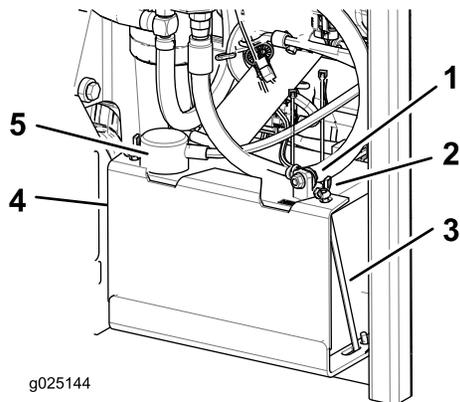

Figure 40
3. Commencez par débrancher le câble négatif (noir) de la borne négative (noire) de la batterie (Figure 40).
4. Enlevez le capuchon rouge de la borne positive (rouge) de la batterie et débranchez le câble positif (rouge) (Figure 40).
5. Retirez les écrous à oreilles qui fixent les crochets en J (Figure 40).
6. Déposez le dispositif de maintien (Figure 40).
1. Placez la batterie dans son support en tournant les bornes à l'opposé du réservoir hydraulique (Figure 40).
4. Fixez les câbles avec 2 boulons, 2 rondelles et 2 contre-écrous (Figure 40).
6. Reposez le dispositif de maintien et fixez-le avec les écrous à oreilles et les crochets en J (Figure 40).